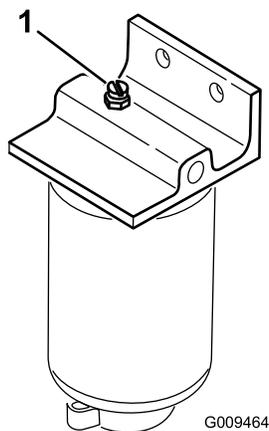

Figura 44
- Abra el tapón de ventilación del separador de agua/combustible (Figura 44).